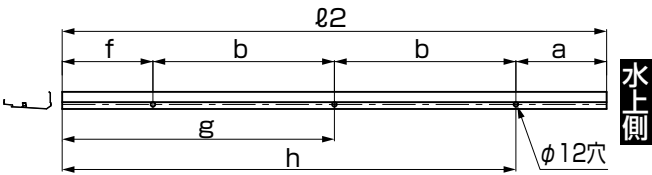
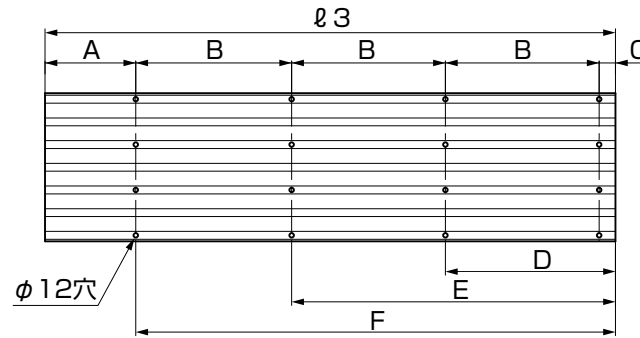
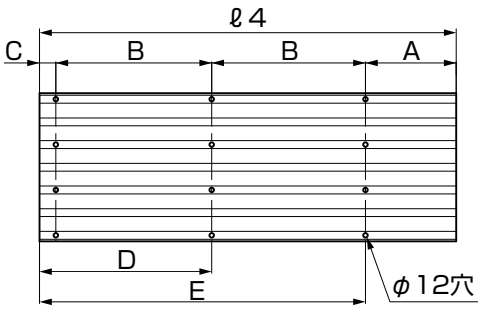

図3-6 側枠上 加工位置図
図3-7 折板下 加工位置図
図3-8 折板上 加工位置図
①図3-5、図3-6、図3-7、図3-8、表3-3、表3-4を参照して、側枠と折板を加工してください。